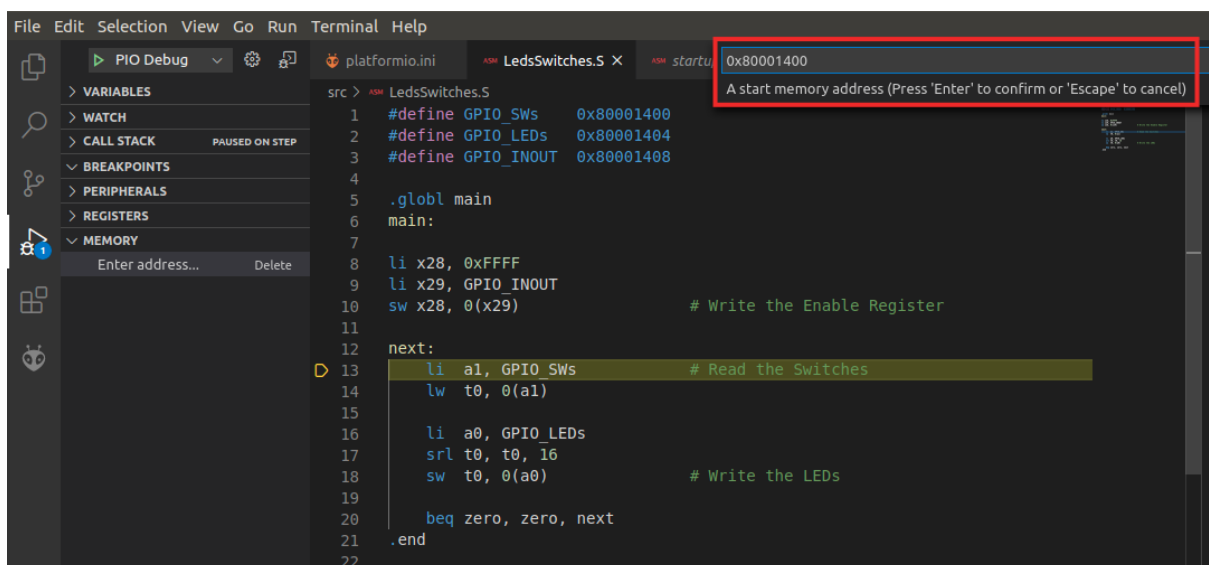

图56. 要显示的初始存储器地址
- b. 将请求初始存储器地址（参见图56）。在开关的映射位置插入初始地址，在本例中为0x80001400。